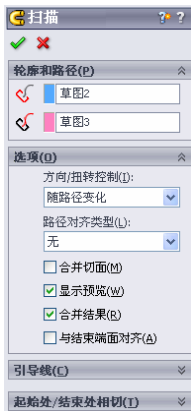

图 4-83 设置扫描参数
- ⑭ 扫描弯管。单击工具栏上的扫描按钮，选择步骤 10 中的草图作为扫描轮廓，步骤 ⑬ 中的草图作为扫描路径，如图 4-83 所示。点击确认按钮，从而生成弯管部分，如图 4-84 所示。